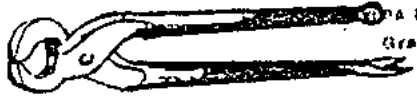

FIG. 72
- b) **TENAZA.** - Es una herramienta de acero moldeado, con mandíbula poderosa en virtud a su forma y al mango, la mandíbula termina en filos de corte a 45° desde su interior. Esta herramienta sirve para extraer clavos introducidos en la madera o para cortarlos (fig. 72).